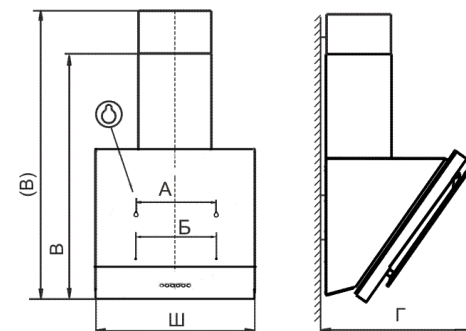

рис. 2
6.1 Установка кухонной вытяжки (рис.2):
- вверните два самонарезающих винта 4x39 мм (размер «А», рис. 2)